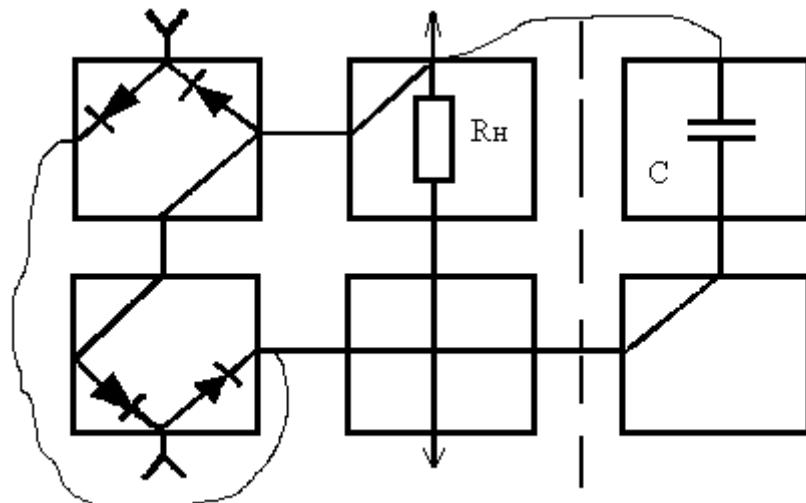

Рис. 3
- Собрать из элементов "Электронной мозаики" схему двухполупериодного выпрямителя с нагрузкой $R_h=68 \text{ кОм}$. Сглаживающий конденсатор $C=0,01 \text{ мкФ}$, отделенный на схеме вертикальной пунктирной чертой, не подключать. Соединения, изображенные на рис. 3 кривыми линиями, при монтаже реализовать с помощью проводов.
9. Подключить к схеме сглаживающий фильтр согласно рис. 3 и перерисовать на миллиметровую бумагу форму сигнала (можно использовать предыдущий график). Зарисовать на новом графике форму выпрямленного напряжения без и с сглаживающей емкостью при частоте входного сигнала $f = 5000$ Гц.